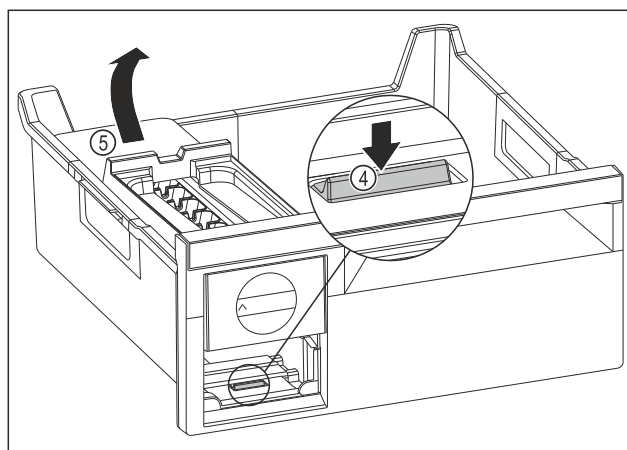

Fig. 130
- ▶ Estrarre il corpo dell'EasyTwist-Ice: Con un dito spingere la linguetta Fig. 130 (4) verso il basso e allo stesso tempo, con l'altra mano, sollevare il corpo dell' EasyTwist-Ice Fig. 130 (5) da dietro.